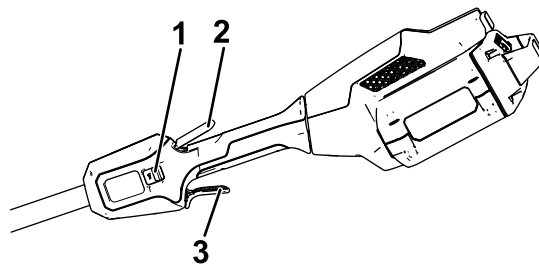

Figura 9
4. Per avviare il decespugliatore, schiacciate la levetta di bloccaggio, poi schiacciate la levetta della velocità variabile (Figura 9).